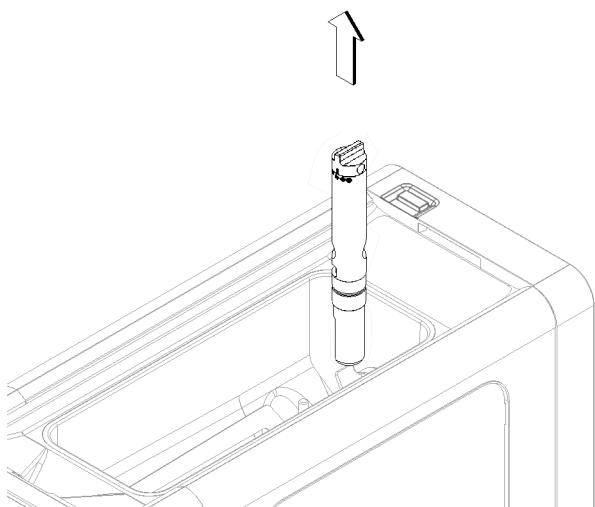

figure 18
- 4** Enlever le tube de mélange et le démonter (voir figure 18)